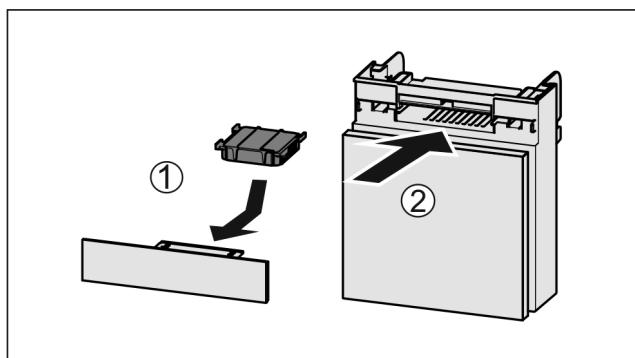

Fig. 49
- Вставить фільтр з активованого вугілля за малюнком Fig. 49 (1).
- Вставить відділення Fig. 49 (2).